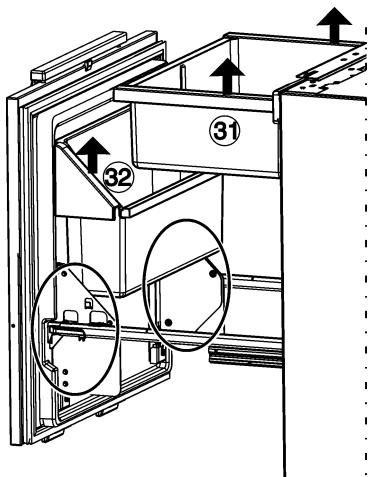

Fig. 26
- Levante el cajón de verduras Fig. 26 (31) y el depósito para botellas Fig. 26 (32).
- Vuelva a colocar el depósito para botellas Fig. 26 (32) y el cajón de verduras Fig. 26 (31).